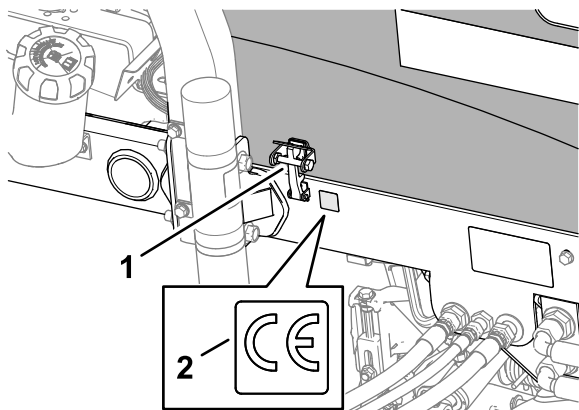

**Figure 37**
- 1. Essuyez soigneusement le cadre gauche, près de la plaque du numéro de modèle/série, et laissez sécher le cadre (Figure 37).
2. Retirez la pellicule protectrice au dos de l'autocollant de l'année de production et appliquez sur le cadre, près de la plaque du numéro de série, comme montré à la Figure 37.